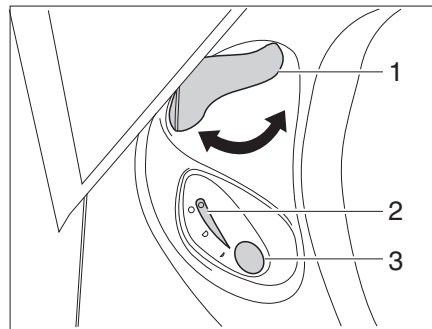

Bild 384 Bedieneinheit Thetford-Toilette
- Vor dem Spülen den Schieber der Thetford-Toilette öffnen. Dazu den Schieberhebel (Bild 384,1) entgegen dem Uhrzeigersinn drehen.
- Zum Spülen den blauen Spülknopf (Bild 384,3) drücken.
- Nach dem Spülen den Schieber schließen. Dazu den Schieberhebel (Bild 384,1) im Uhrzeigersinn drehen.
Die Kontroll-Leuchte (Bild 384,2) leuchtet, wenn die Thetford-Kassette entleert werden muss.
- Den Schieberhebel (Bild 384,1) im Uhrzeigersinn drehen. Der Schieber wird geschlossen. Zum Entleeren **muss** in der Thetford-Toilette der Schieber geschlossen sein.